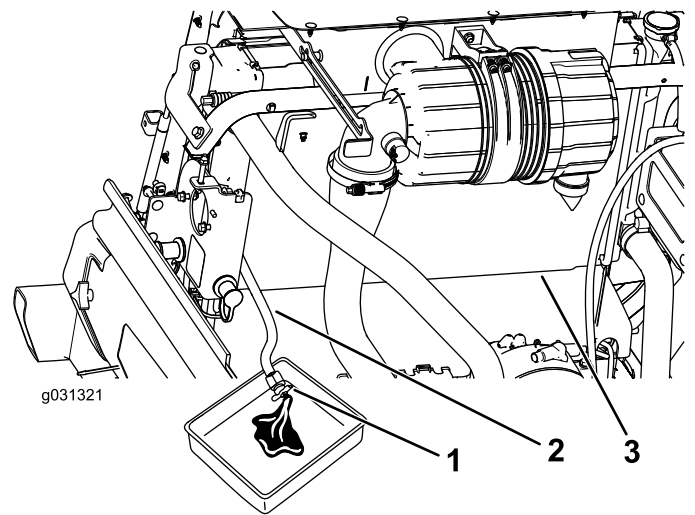

Bild 123
3. Legen Sie das Ende des Kühlerablassschlauchs in eine Auffangwanne und öffnen Sie das Ablassventil am Kühlerschlauch und lassen die Flüssigkeit in eine Auffangwanne ablaufen (Bild 123).